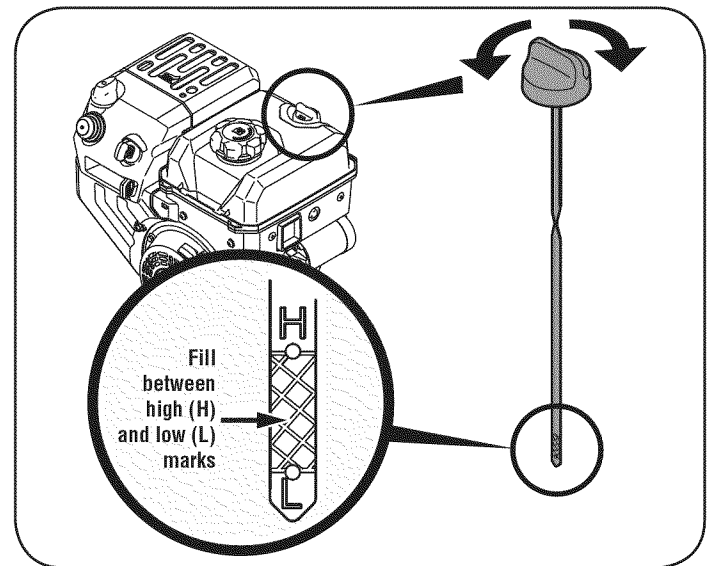

Figura 14
- Retire el tapón de llenado de aceite. Si el nivel está bajo, agregue aceite lentamente hasta registros de nivel del aceite entre alto (H) y bajo (L). Vea la Figura 14.